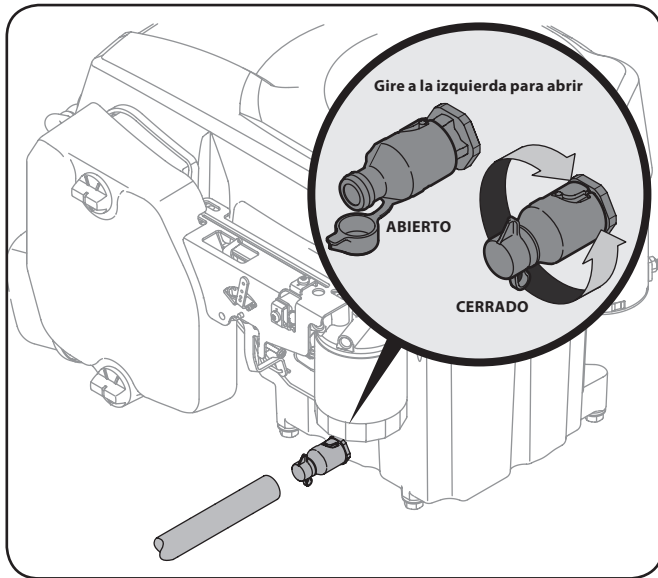

Figure 6-1
- Abra el tapón protector en el extremo de la válvula de drenaje de aceite para dejar expuesto el orificio de drenaje. Vea la Figure 6-1.